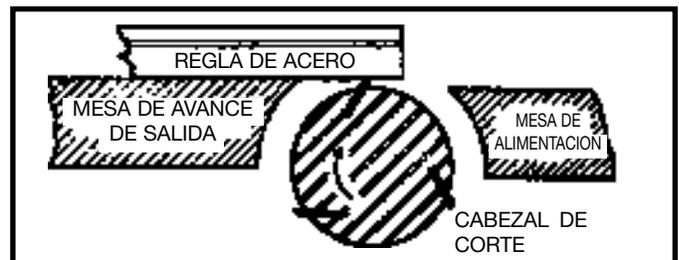

Fig. 40
3. Coloque una regla de acero sobre la mesa de avance de salida, extendida sobre el cabezal, como se ilustra en la Fig. 40.